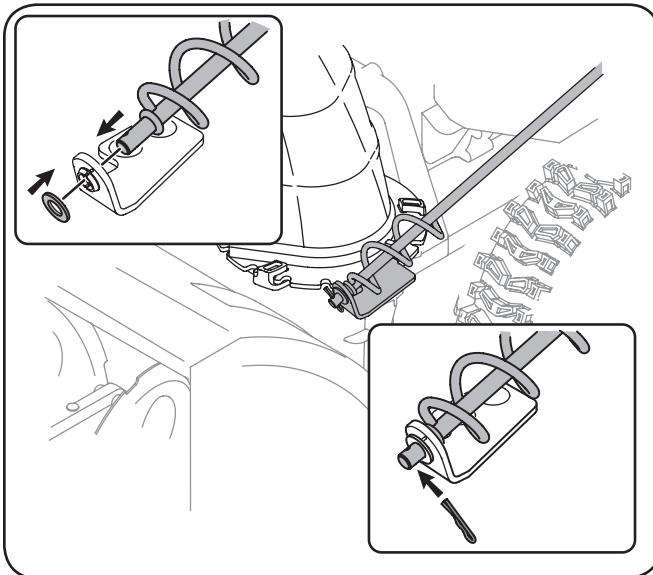

**Figura 3-4**
2. Cierre a los guardas de reborde para asegurar la asamblea de tobogán a la base del tobogán. Los guardas de reborde harán clic en el lugar cuando aseguran apropiadamente. Vea la Figura 3-4.